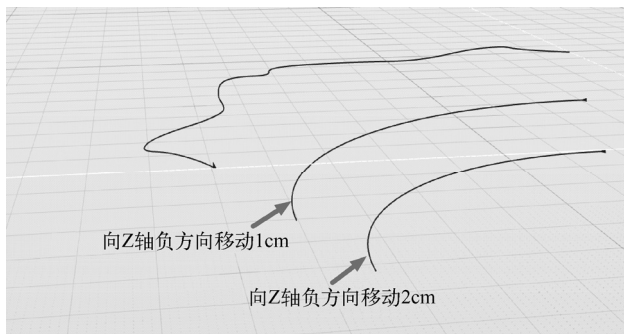

图 5-151 向 Z 轴负方向平移两条圆曲线
1) 选中内部的第 1 条圆曲线, 将其向 Z 轴负方向移动 1cm; 再选中第 2 条圆曲线, 将其向 Z 轴负方向移动 2cm, 如图 5-151 所示。